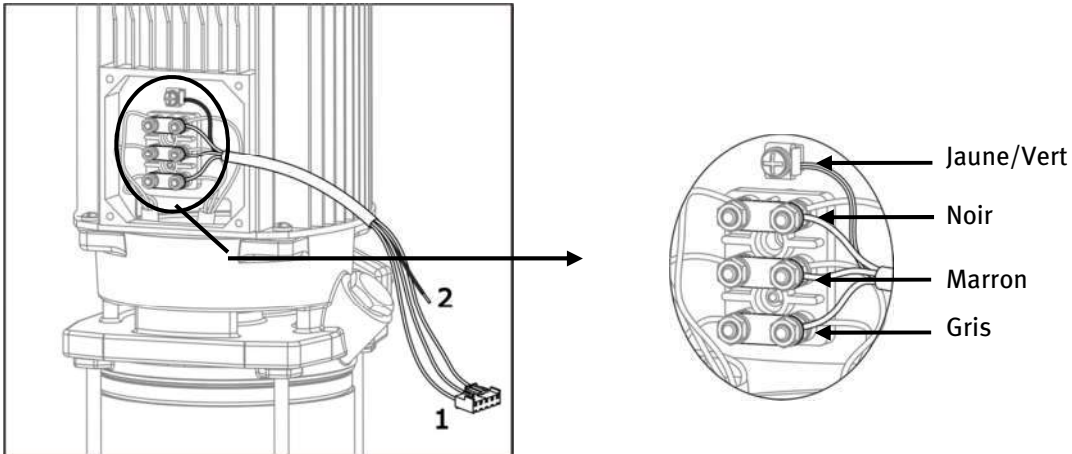

Figure 1
3.2.1) Variateur Speedrive à entrée monophasée (figure 1) :